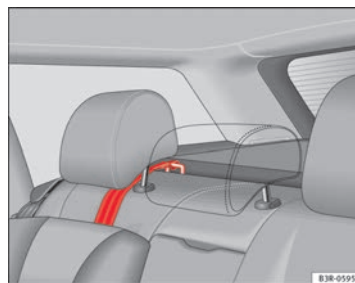

Fig. 35 Correa de sujeción: correcto ajuste y montaje
- Dirigir la correa de sujeción del Top Tether por debajo del apoyacabezas de la plaza posterior ⇒ **fig. 35** (levantar el apoyacabezas si es necesario).